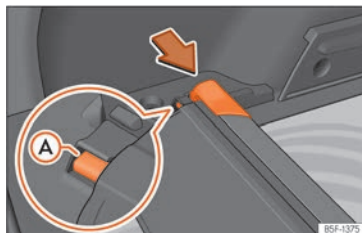

Fig. 129 Dans le coffre à bagages : logement de rangement de la plage arrière.
- Appuyez sur la tête de la plage arrière enroulable dans le sens de la flèche jusqu'à l'insérer dans le logement prévu à cet effet »» fig. 129. Assurez-vous que le patin (A) s'encastre dans le logement correspondant.